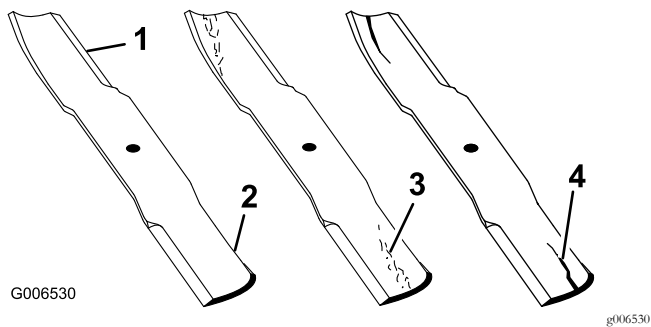

Figure 54
1. Examinez le tranchant des lames (Figure 54).
4. Remplacez immédiatement toute lame fendue, usée ou qui présente une entaille (Figure 54).